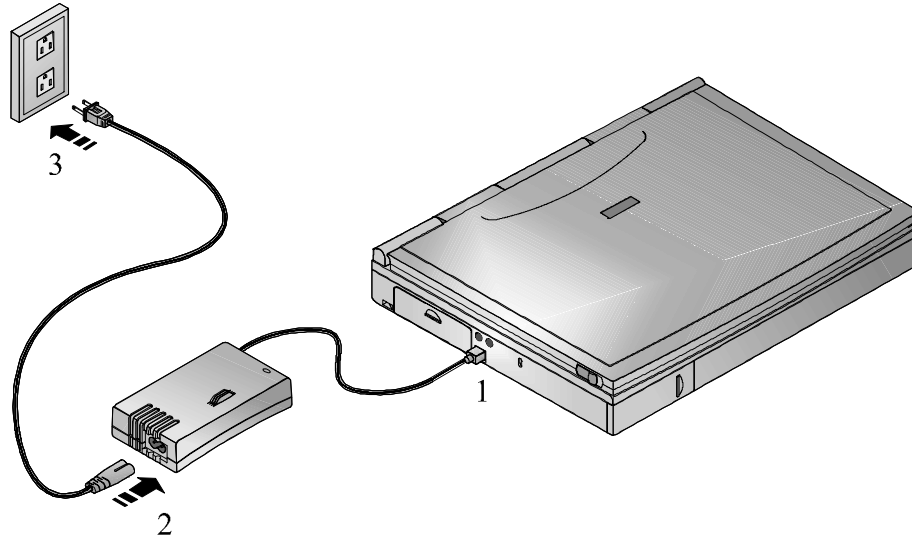

Figure 1-6 : connexion du notebook au secteur
2. Branchez le cordon d'alimentation secteur dans le port de l'adaptateur de courant (figure 1-6, étape 2).
3. Branchez le cordon d'alimentation dans une prise électrique (figure 1-6, étape 3). Le témoin vert de l'adaptateur de courant s'allume.